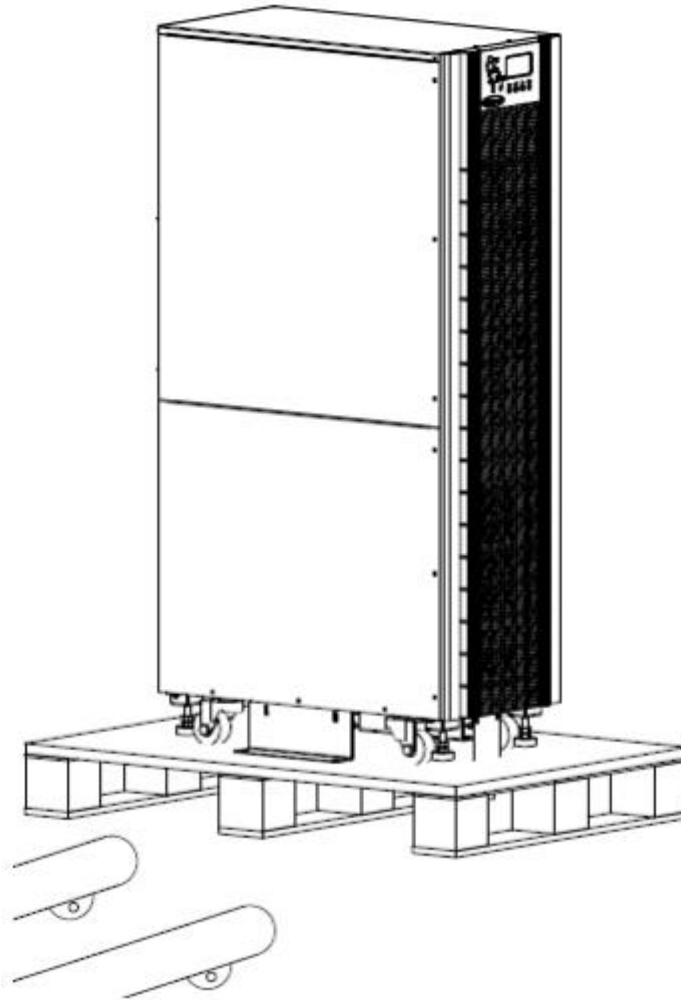

*Рис. 2-6 Снятие упаковки*
3. Снимите упаковку (см. Рис.2-6).